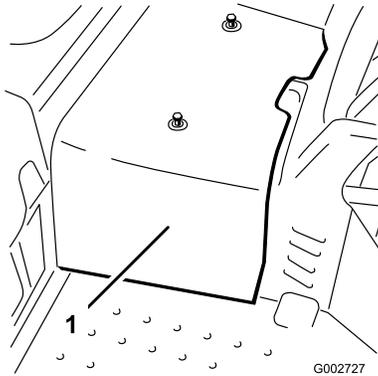

Figura 45
2. Desaperte os dois parafusos que fixam o resguardo central à máquina e retire o resguardo (Figura 45).